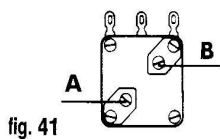

fig. 41
1. Efter att du försiktigt har skruvat in den dubbelgängade vridkondensatorns båda trimskruvar så långt det går (fig 41) skruvar du ut trimskruv A ett fjärdedels varv och trimskruv B tre varv.